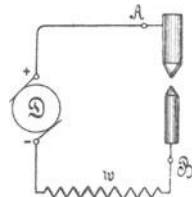

Fig. 27.
108. Gleichstrombogenlampen brauchen an ihren Klemmen A und B (Fig. 27) durchschnittlich 40 Volt Spannung, so daß die überschüssige Spannung in einem vorgeschalteten Widerstande w vernichtet werden muß. Wie groß muß der Widerstand werden, wenn die Maschinenspannung 65 [60] (110) Volt beträgt und die Lampe mit 8 [10] (12) A brennen soll?